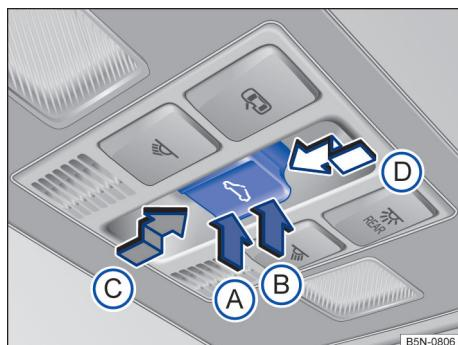

Fig. 81 No revestimento do teto: botão do teto de vidro.
- **Levantar o teto de vidro:** pressionar o botão → **Fig. 81** **B** até o primeiro nível. Curso automático: pressionar o botão **B** até o segundo nível.